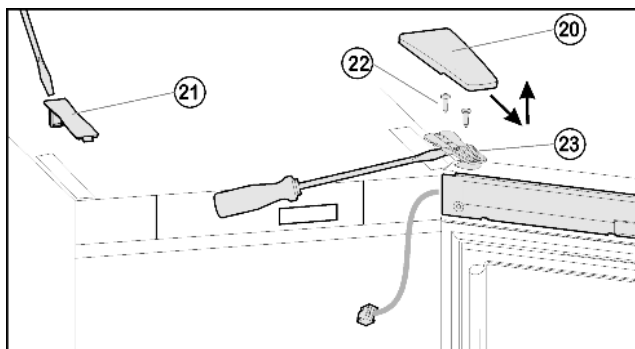
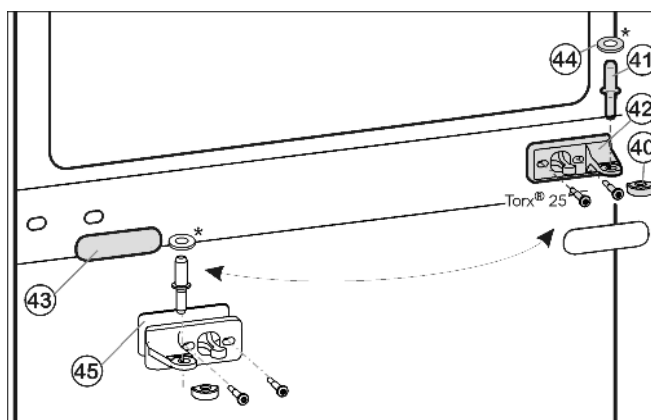
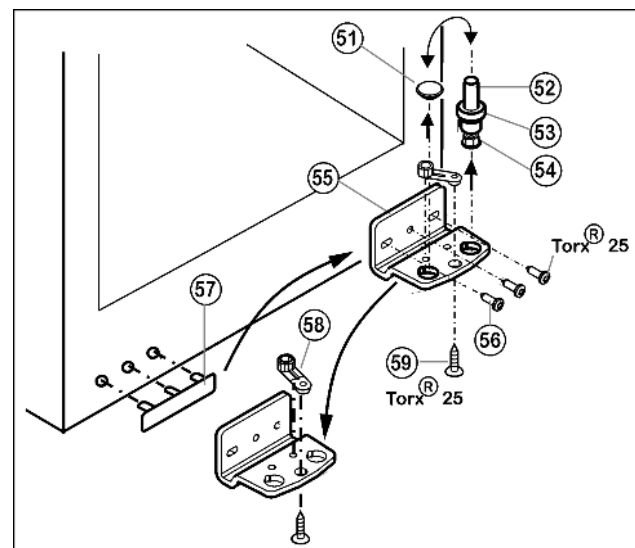

Fig. 6
Fig. 7
Fig. 8
- ▶ Крышку Fig. 6 (20) снимите движением вперед и вверх
- ▶ Снимите крышку Fig. 6 (21).
- ▶ Полностью выверните винты Fig. 6 (22).
- ▶ Снимите дверцу вместе с опорным кронштейном Fig. 6 (23) и кабелем вверх. Для снятия, возможно, понадобится осторожно подцепить опорный кронштейн снизу шлицевой отверткой.
- ▶ Вытащите из опорного кронштейна и нижней дверцы средний опорный палец Fig. 7 (41).
- ▶ Снимите пластмассовый колпачок Fig. 7 (40).
- ▶ Открутите средний опорный кронштейн Fig. 7 (42) (2 шт. Torx® 25).
- ▶ Осторожно снимите накладку Fig. 7 (43).
- ▶ Прикрутите средний опорный кронштейн Fig. 7 (42) с подкладкой Fig. 7 (45) с поворотом на 180° на новую сторону шарнира (с моментом 4 Нм).
- ▶ Защелкните накладку Fig. 7 (43), повернув на 180°, на стороне, где теперь будет ручка.
- ▶ Извлеките опорный винт *Fig. 8 (52)* в комплекте с шайбой *Fig. 8 (53)* и регулируемой опорой *Fig. 8 (54)*, вытягивая его вверх.
- ▶ Снимите пробку *Fig. 8 (51)*.
- ▶ Открутите *Fig. 8 (56)* опорный кронштейн *Fig. 8 (55)*.
- ▶ Открутите *Fig. 8 (59)* опорную деталь *Fig. 8 (58)* и, переставив в отверстие на противоположной стороне опорного кронштейна, снова прикрутите.
- ▶ Осторожно снимите и переставьте на противоположную сторону крышку со стороны ручки *Fig. 8 (57)*.
- ▶ Снова прикрутите опорный кронштейн *Fig. 8 (55)* на новой стороне шарнира (**с моментом 4 Нм**). При необходимости используйте аккумуляторный шуруповерт.
- ▶ Переставьте пробку *Fig. 8 (51)* в свободное отверстие.
- ▶ Вновь установите опорный винт *Fig. 8 (52)* в комплекте с шайбой и регулируемой опорой. При этом фиксатор должен быть направлен назад.
- ▶ Установите дверь сверху на опорный палец *Fig. 8 (52)*.
- ▶ Снова наденьте пластмассовый колпачок *Fig. 7 (40)* на средний опорный кронштейн *Fig. 7 (42)*.
- ▶ Вставьте средний опорный палец *Fig. 7 (41)* через средний опорный кронштейн *Fig. 7 (42)* в нижнюю дверцу.
- ▶ Установите верхнюю дверцу на средний опорный палец *Fig. 7 (41)*, закройте дверцу и установите верхний опорный кронштейн *Fig. 6 (23)* так, чтобы он защелкнулся в верхней стороне устройства.
- ▶ Закрутите опорный кронштейн *Fig. 6 (23)* (**с усилием 4 Нм**). При необходимости просверлите отверстия или используйте аккумуляторную отвертку.
- ▶ Защёлкните крышку *Fig. 6 (20)* и крышку *Fig. 6 (21)*.
- ▶ При необходимости выровняйте дверцы через два продольных паза в нижнем опорном кронштейне Fig. 8 (55) и среднем опорном кронштейне Fig. 7 (42) параллельно корпусу устройства. Для этого выкрутите средний винт на нижнем опорном кронштейне Fig. 8 (55).